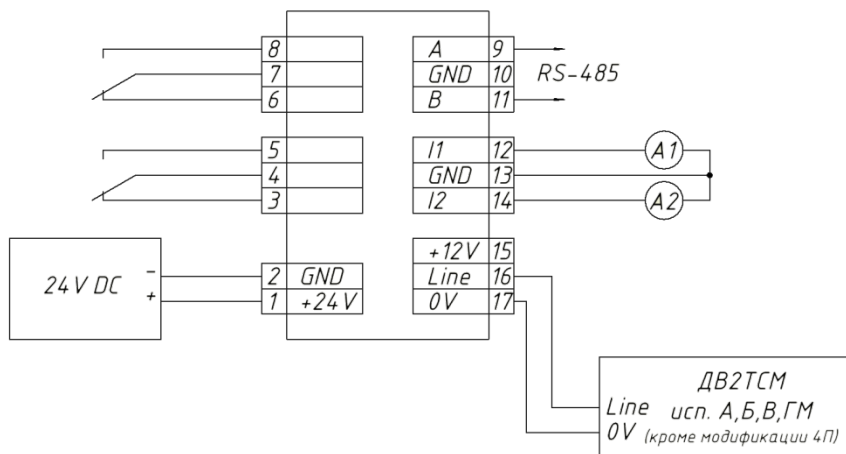
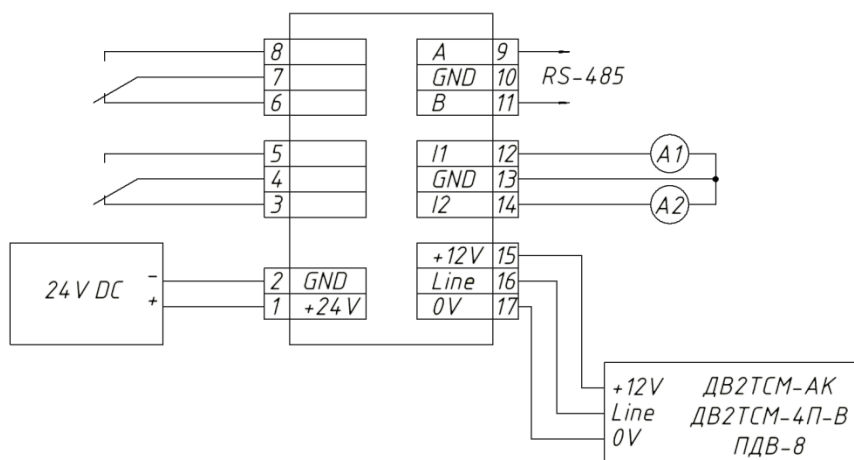

Рис.11. Двухпроводная схема подключения измерительных преобразователей к блоку индикации.
Рис.12. Трехпроводная схема подключения измерительных преобразователей к блоку индикации.
6.4. В зависимости от модификации измерительные преобразователи подключаются к блоку индикации двухпроводным (рис.11) или трехпроводным (рис.12) кабелем (см. таблицу 10).